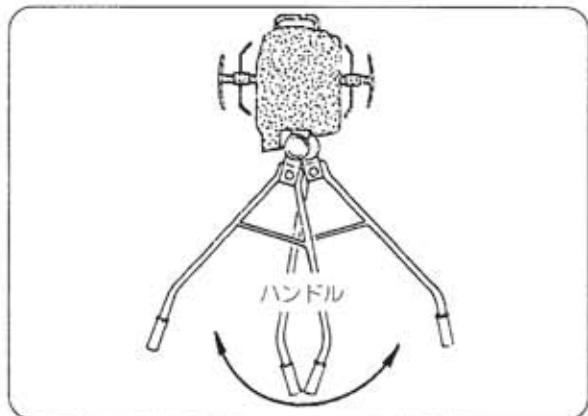

図16
- ① 旋回または進路変更をするときはハンドルを振っておこないます。(図16)